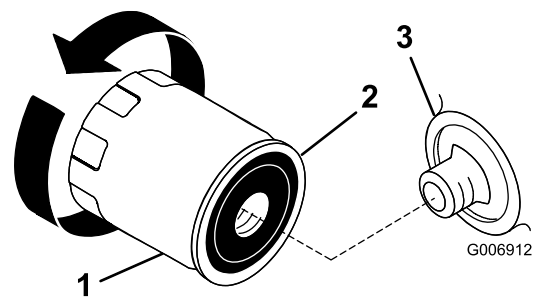

Figure 31
- Déposez le filtre à huile usagé et essuyez la surface du joint de l'adaptateur (Figure 31).
- Appliquez une fine couche d'huile neuve sur le joint en caoutchouc du filtre de rechange (Figure 31).
- Tournez le filtre dans le sens horaire jusqu'à ce que le joint rejoigne l'adaptateur, puis donnez 1/2 à 3/4 de tour supplémentaire (Figure 31).